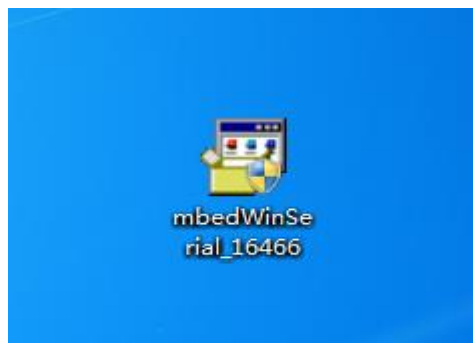

图 3.2.1 MBED 驱动应用程序
(1) 从 PC 端下载程序到开发板上时，PC 上需要安装 MBED 驱动，其应用程序如图 3.2.1 所示：